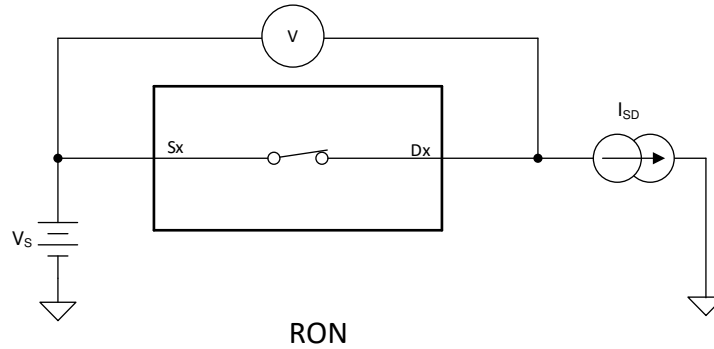

图 7-1. 导通电阻测量设置
器件的导通电阻是器件源极 (Sx) 和漏极 (Dx) 引脚之间的欧姆电阻。导通电阻随输入电压和电源电压的变化而变化。符号  $R_{ON}$  用于表示导通电阻。图 7-1 展示了用于测量  $R_{ON}$  的测量设置。电压 (V) 和电流 ( $I_{SD}$ ) 可通过此设置进行测量，而  $R_{ON}$  可通过  $R_{ON} = V/I_{SD}$  来计算：